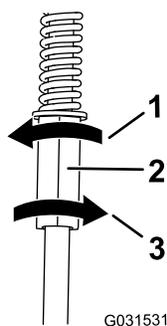

Рисунок 58
4. Поворачивайте левую тягу механизма управления с шагом в четверть оборота, пока машина не будет двигаться по прямой (Рисунок 58).